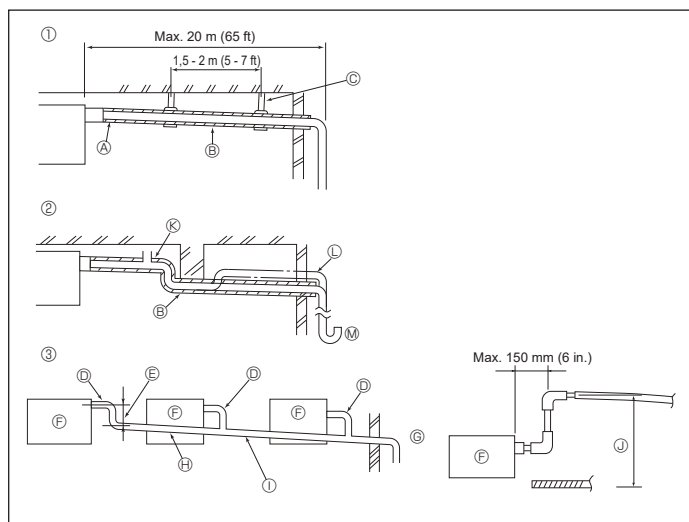

Fig. 6-1
6.1. Mise en place du tuyau d'écoulement (Fig. 6-1)
- ① Tuyauterie correcte
- ② Tuyauterie incorrecte
- Ne pas placer de tuyau surélevé sur la tuyauterie. ①
- Ne pas placer de pièges à odeur sur la tuyauterie. ②
- ③ Mise en place groupée des tuyaux